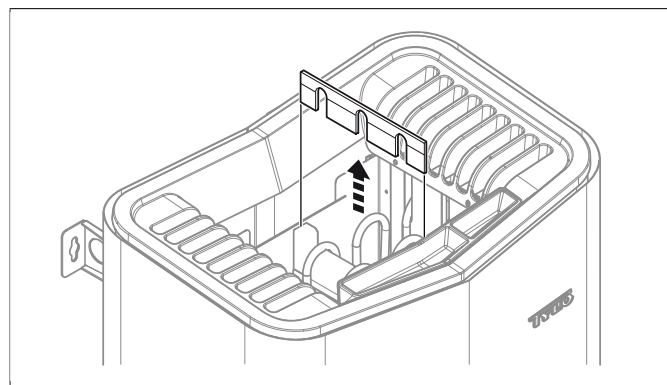
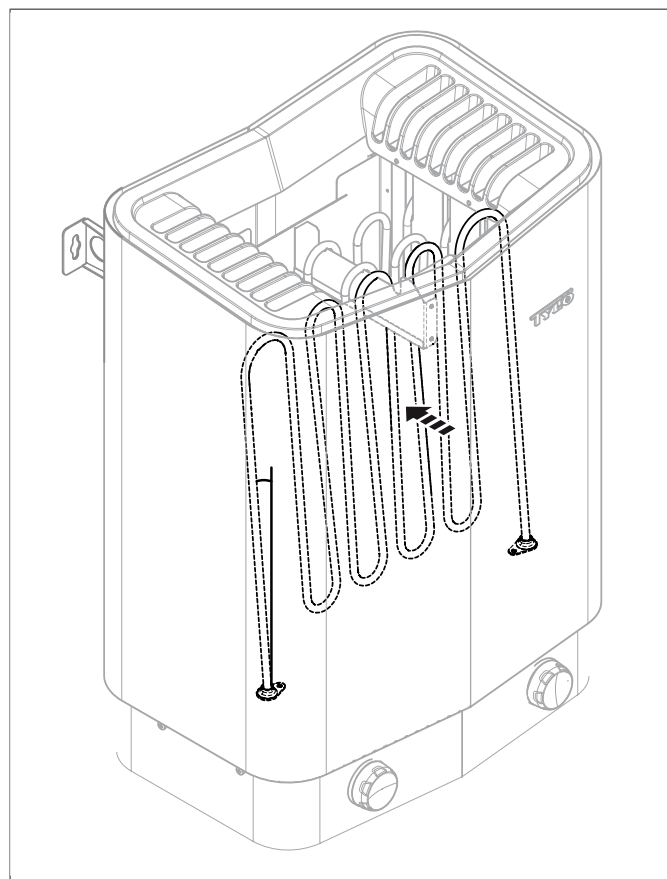

Fig 6: Dégager la plaque qui maintient les résistances en place
Fig 7: Incliner les résistances
1. Retirer toutes les pierres du réservoir. Pour simplifier l'enlèvement des pierres, dégager la plaque qui maintient les résistances en place (voir **Fig 6**, page 4). Les résistances peuvent alors être inclinées pour faciliter la sortie des pierres voir **Fig 7**, page 4.